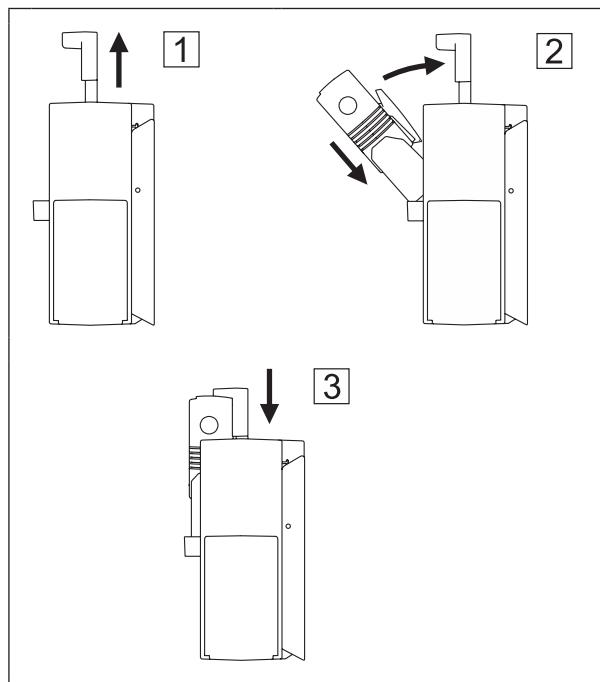

Abb. 14: Gerät in Prüfeinrichtung setzen
1. Ziehen Sie die Arretierung bis zum Anschlag nach oben (Abb. 14 **[1]**).
2. Setzen Sie das Gerät mit der vorderen Unterkante in die Gerätehalterung. Kippen Sie das Gerät nach hinten (Abb. 14 **[2]**).
3. Schieben Sie die Arretierung vollständig nach unten (Abb. 14 **[3]**).